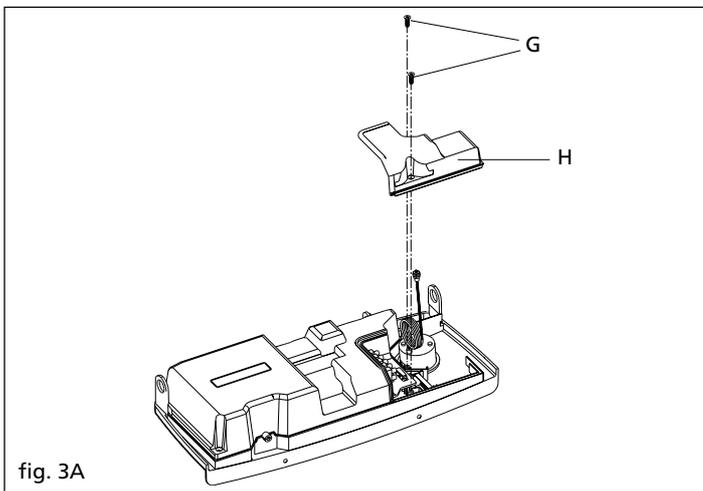

fig. 3A
- quitar los tornillos (**G**) que fijan la tapita (**H**) a la caja de la tarjeta electrónica, y retirarla (fig. 3A).